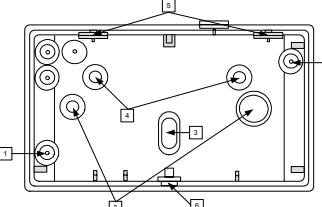

Figure 7 : Trous de montage du ViTRON sans fil
- Ouvrir les trous de montage requis, selon le type d'installation (en coin, à plat ou orientable, voir la figure 7)
- Si une protection arrière contre le sabotage de la partie arrière est nécessaire, ouvrir l'encoche contre le sabotage par l'arrière (3, figure 7)
- Ouvrir les trous de montage du support orientable (4, figure 7).